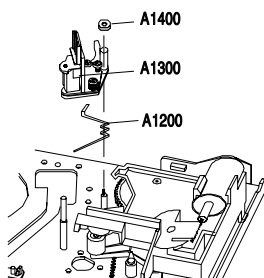

Fig. 4
- Höhe des Kombikopf-Unterteiles, wo die Feder (Pos. A1200, Fig. 4) eingehängt ist, zum Laufwerkchassis mit einer Schieblehre messen und den Wert notieren.
- Mutter (Pos. A1400, Fig. 4) herausdrehen.
- Kombikopf und Feder (Pos. A1300 / A1200, Fig. 4) herausnehmen.
- Höhe des Kombikopf-Unterteiles gemäß dem notierten Wert mit der Mutter (Pos. A1400, Fig. 4) einstellen.